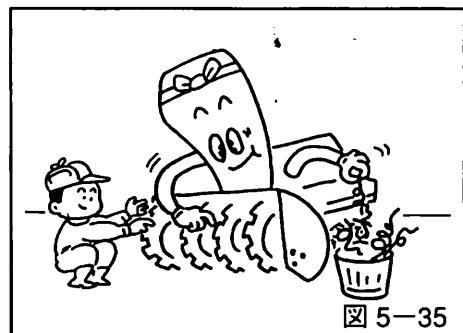

図 5-35
2. プロワ及びオーガ軸にビニール紐などが巻き付いていたら、取り除いてください。そのまま運転しますと、オーガミッションのオイルシールを傷め、オイル漏れの原因になります。(図5-35参照)